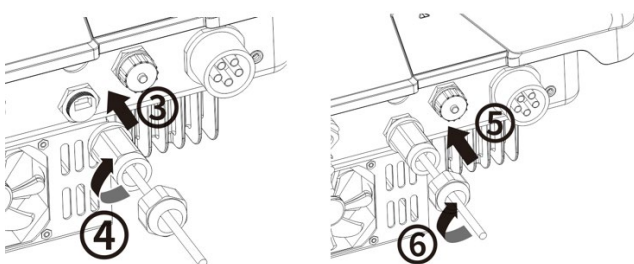

Abb. 36. Netzkabel einstecken
3. Netzwerkstecker in den Kommunikationsanschluss des Geräts einstecken (Pos. 3/5) und Gewindehülse fest anziehen. Anschließend Überwurfmutter anziehen (Pos. 4/6) (Siehe Abb. 36.)